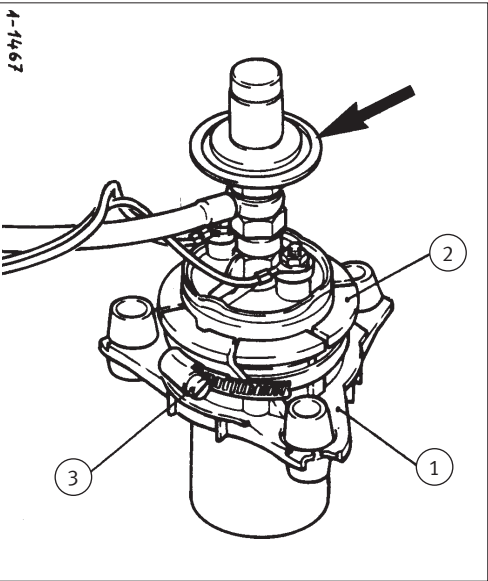

Abb. 2/ Fig. 2/ Puc. 2/图2
- 松脱油箱内的支架 (1, 图 2), 将其连同燃油泵一起取出。
- 松开软管夹箍 (3, 图 2)。
- 将支架 (1, 图 2) 向下, 将夹紧套筒 (2) 向上从燃油泵上取下。
提示: 皮尔博格燃油泵不需要消音器 (脉冲阻尼器) (箭头, 图 2)。